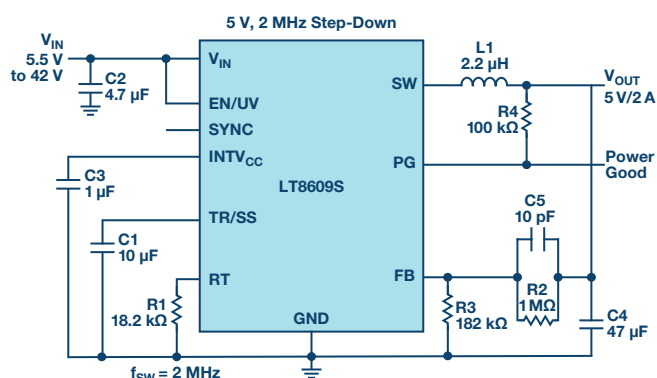

図1. 超低EMI放出、12V入力、5V出力の同期整流式降圧コンバータLT8609S
5.5V~42V入力で5V/2Aの出力を発生する電源を図1に示します。このソリューションには、スイッチング周波数2MHz、16ピンのLT8609Sレギュレータが使われています。ソリューションを完成させるのに必要な部品は、インダクタL1やいくつかの受動部品など、ほんのわずかです。図2は、このソリューションが92.9%のピーク効率を実現できることを示しています。